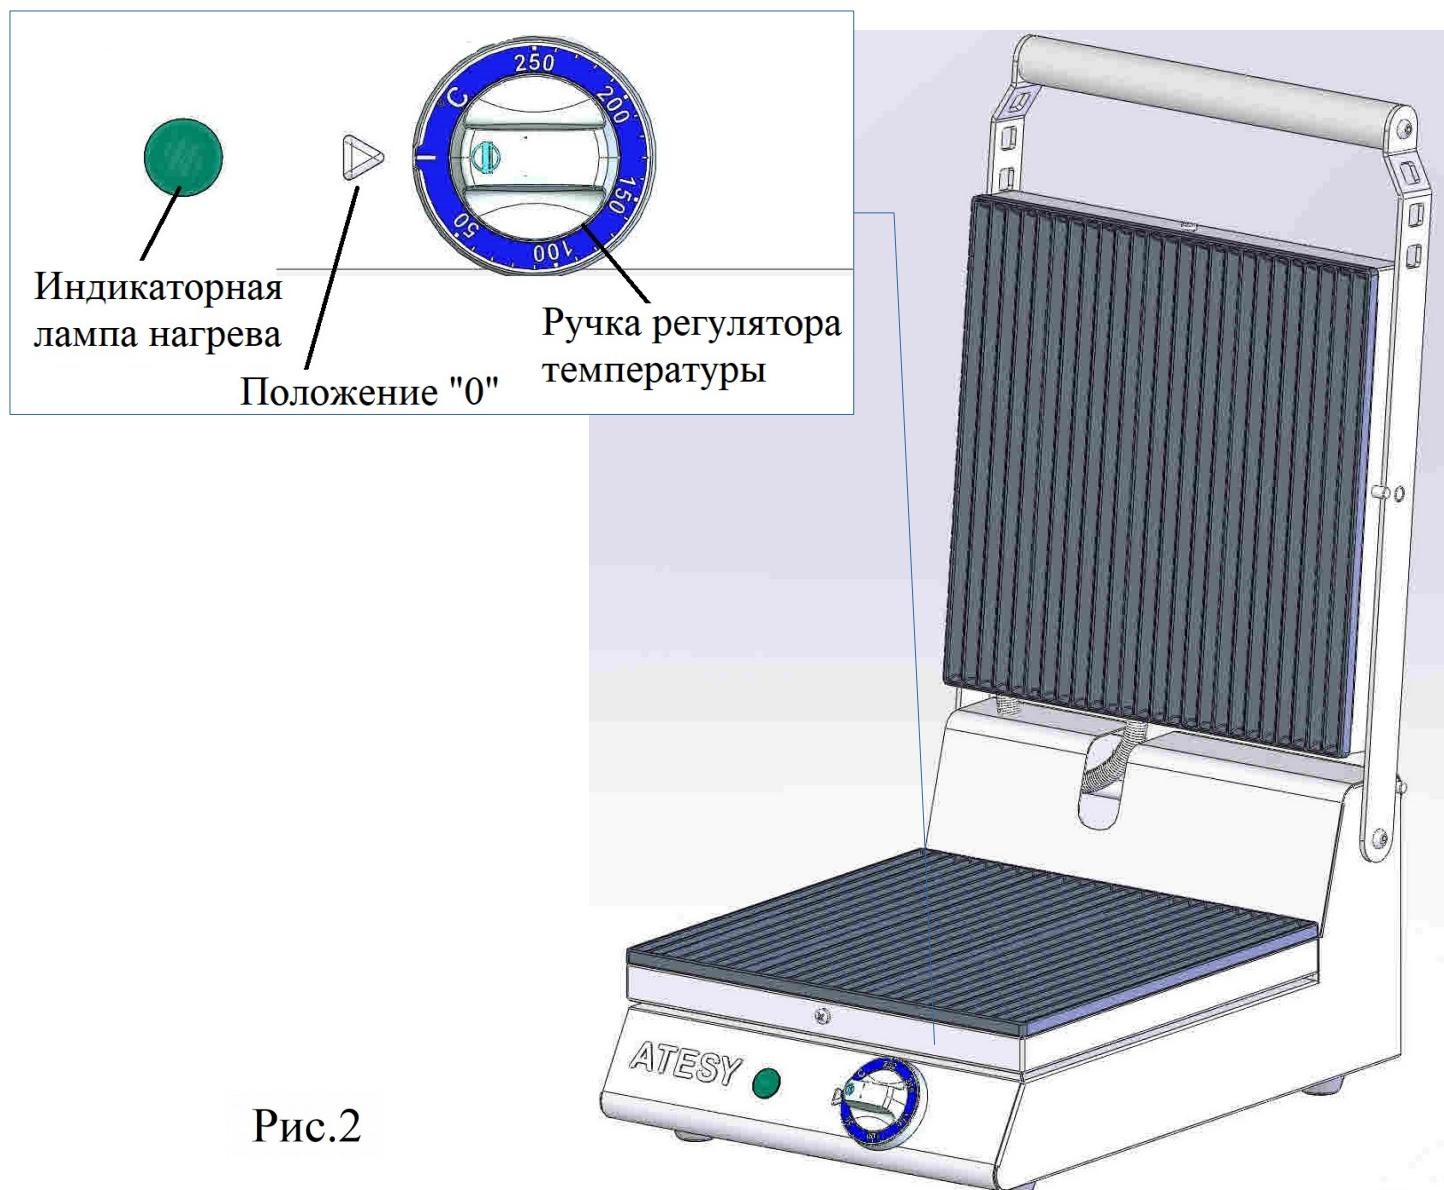

Рис.2
3.10 После окончания работы нустановите регулятор температуры в положение «0» (Рис.2), индикаторная лампа погаснет. Выньте вилку из электророзетки.
- 4.12 Нагрев конфорки включается поворотом ручки регулятора температуры (Рис.2) по часовой стрелке (от 50 до 250°C); максимальный нагрев осуществляется при повороте ручки по часовой стрелке до упора.